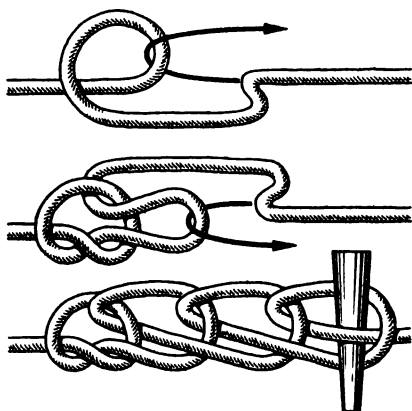

Рис. 115. «Мартышкина цепочка»
**«Мартышкина цепочка»** (рис. 115). Назначение этого узла то же самое — на время укоротить трос. В отличие от колышки и олимпийского узла, он имеет то преимущество, что завязанный им трос своими петлями не мешает работе и его можно даже взять на шпиль. Перед тем как дать на трос, завязанный этим узлом, нагрузку, в последнее звено «цепочки» нужно вло-